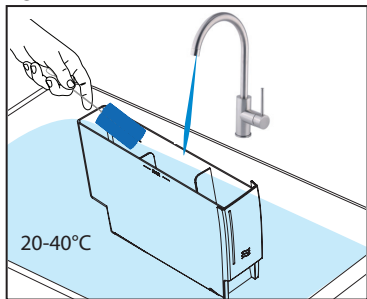

Fig. 2
2. Vask vanntanken med rent vann, 20–40 °C. Ved behov kan et næringsmiddelgodkjent rengjøringsmiddel også brukes (se fig. 2).